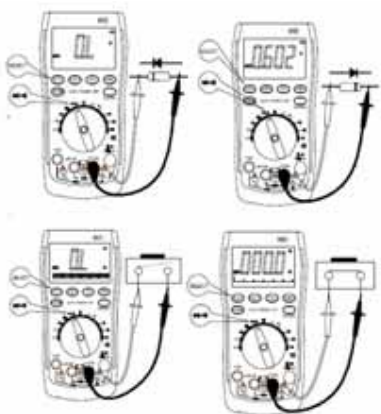

図 13-1
- 1: レンジ切り替えスイッチを “ ” に切り替えてください(図 13-1)。